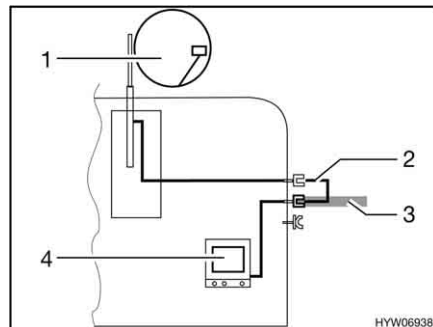

Bild 133 TV i fordonet
- TV i fordonet (Bild 133,4): Anslutning till takantenn (Bild 133,1) med anslutningskabel (Bild 133,2)
- TV i fordonet (Bild 133,4): Anslutning till extern antenn (Bild 133,3)